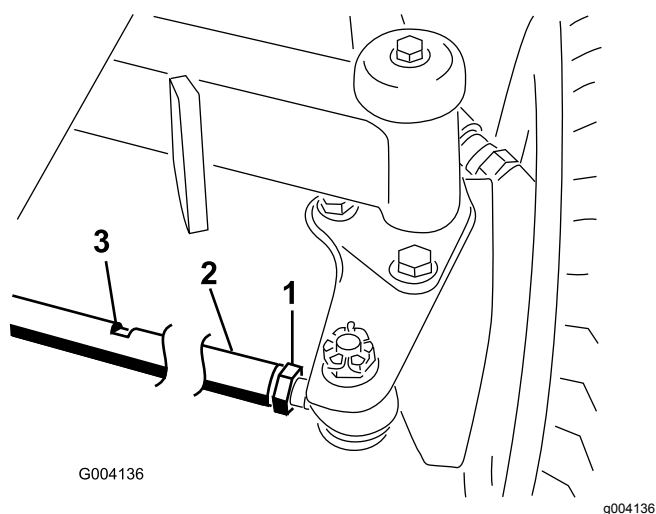

Figura 77
2. Desaperte a porca de bloqueio em cada extremidade da barra de direção (Figura 77).